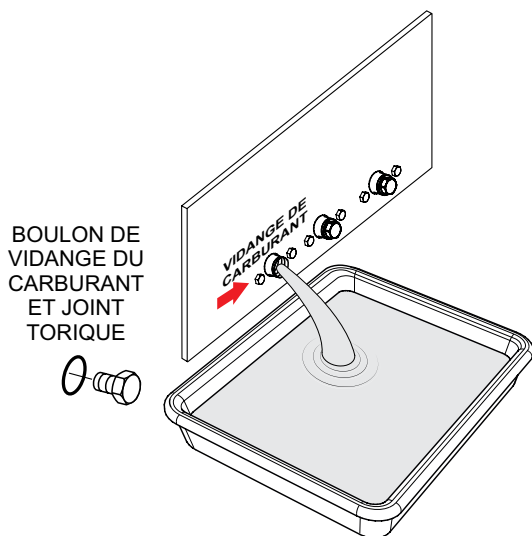

**Figure 59. Vidanger le réservoir de carburant**
2. En cas de contamination par l'eau dans le réservoir de carburant, retirer le boulon de vidange du réservoir de carburant et le joint torique (Figure 59), puis laisser le carburant s'écouler dans un récipient approprié.